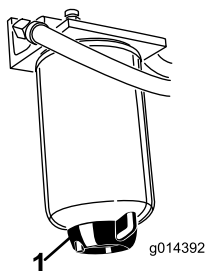

Figura 38
Retire água ou outro tipo de contaminação do separador de água (Figura 38) diariamente.
2. Liberte o tampão de escoamento que se encontra na zona inferior do recipiente do filtro (Figura 38).